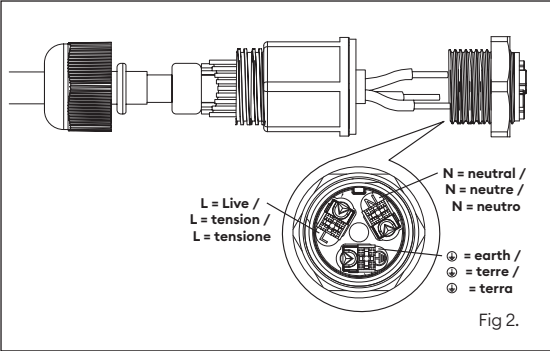

Fig 2.
6. Connect the mains supply to the quick connector located at the end of the Caiman. (Fig 2).
6. Branchez l'alimentation au connecteur rapide situé à l'extrémité du (fig 2).
6. Collegare l'alimentazione di rete al connettore rapido situato all'estremità del Caiman (fig 2).